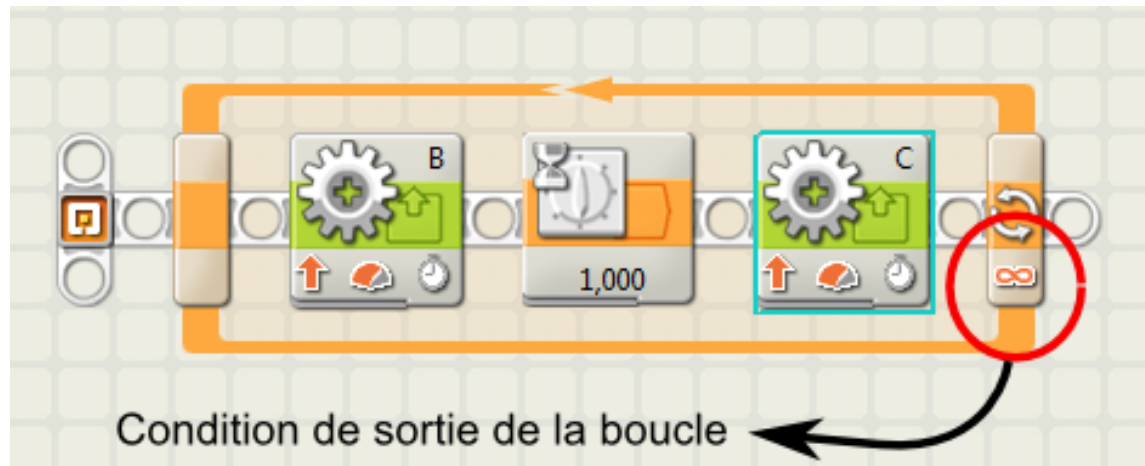

FIGURE 7 – Un exemple de boucle
Commencez un nouveau projet, puis allez chercher la boucle dans le sous-menu **Commun** (l'avant-dernière icône), et positionnez-la sur le fil du temps. Toutes les commandes figurant à l'intérieur de cette boucle seront exécutées de gauche à droite. Lorsque le robot aura exécuté la commande la plus à droite, il recommencera au début de la boucle. La figure 7 est un exemple simple d'utilisation de la boucle : en y entrant par la gauche, on active le moteur B pendant une seconde, puis on attend une seconde, et on active le moteur C pendant une seconde. Puis la boucle recommence.
- Les exemples de boucles que nous avons vus jusqu’à présent étaient des boucles infinies. On peut aussi indiquer que la boucle doit s’arrêter lorsqu’une condition est remplie : cliquez sur le symbole de l’infini à droite d’un bloc de boucle (voir figure 7). Vous pouvez alors fixer une condition d’arrêt dépendant des informations fournies par un capteur.